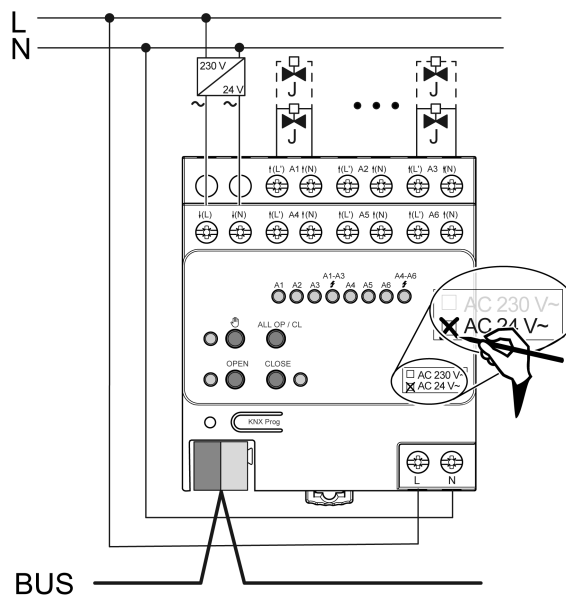

Bild 4: Anschluss Stellantriebe 24 V
- Stellantriebe AC 24 V gemäß Anschlussplan (siehe Bild 4) anschließen.
- Versorgung für Stellantriebe an Klemmen ↓(L) und ↓(N) (1) anschließen.
- Netzspannung an Klemmen (5) anschließen.